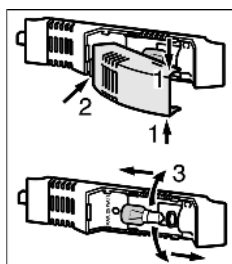

Fig. 8
- ▶ Het afdekkapje van de lamp boven en onder vastpakken *Fig. 8 (1)*.
- ▶ Het afdekkapje achter losklikken en verwijderen *Fig. 8 (2)*.
- ▶ Vervang de lamp *Fig. 8 (3)*.